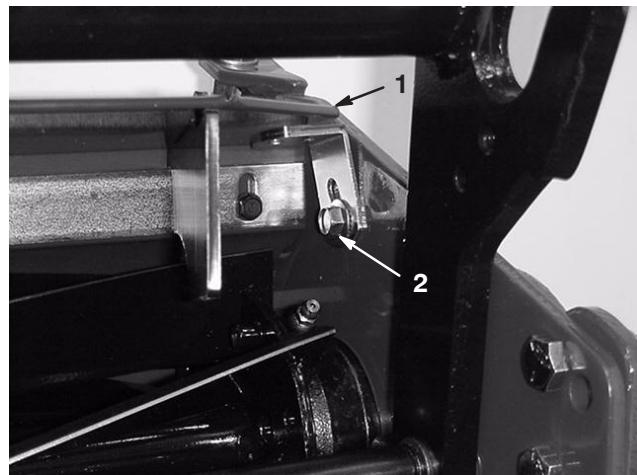

Figure 2
2. Desserrez les vis et les écrous de fixation du déflecteur sur chaque plaque latérale. Inclinez le déflecteur à l'angle voulu et serrez les fixations (Fig. 2).